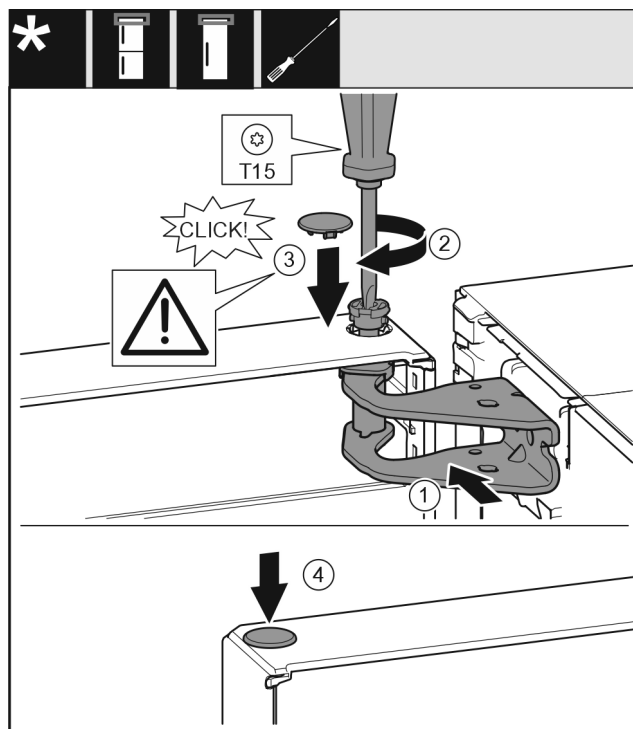

Fig. 19
- ▶ Вирівняйте дверцята зверху по отвору в опорному кронштейні. Fig. 19 (1)
- ▶ Вставте палець та закрутіть за допомогою викрутки T15. Fig. 19 (2)
- ▶ Встановіть захисну кришку для захисту дверцят: вставте захисну кришку і проконтролюйте, щоб вона прилягала до дверцят. Якщо це не так, повністю вставте палець. Fig. 19 (3)
- ▶ Вставте пробку. Fig. 19 (4)